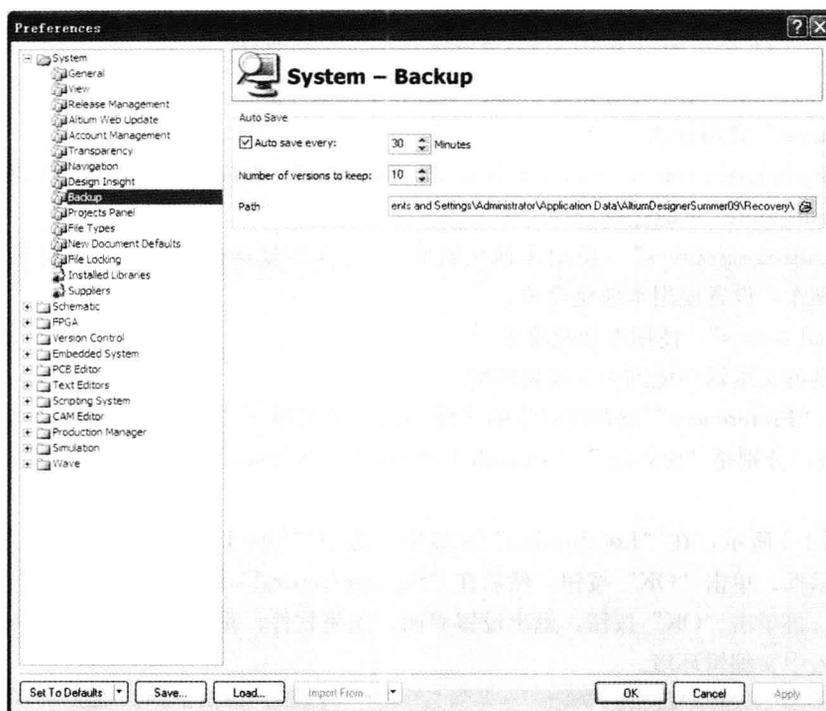

图 1-6 系统备份设置
(3) 系统备份设置。单击“Preferences”设置窗口中的“System”子菜单下“Backup”命令，弹出图1-6所示的对话框。